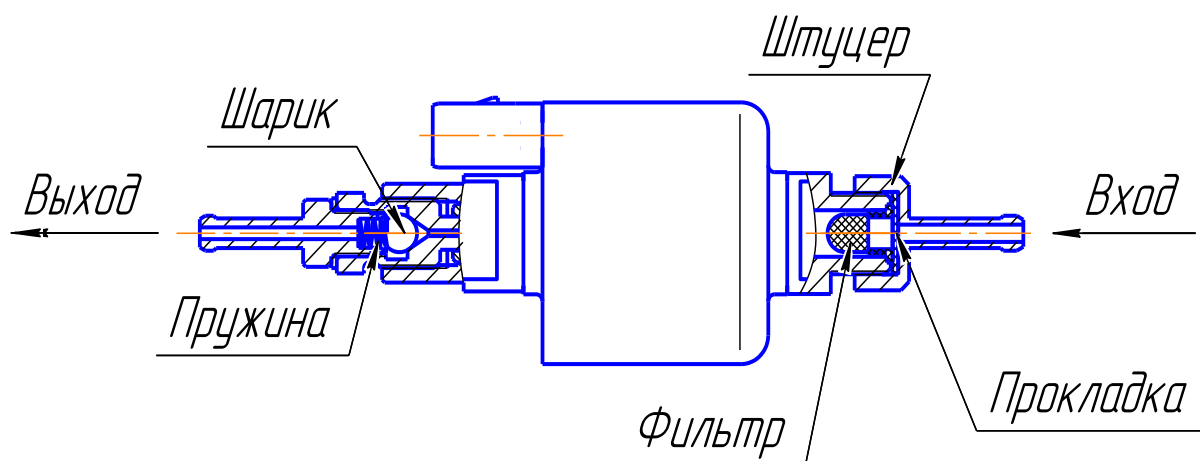

Рис. 12 -Топливный насос
5.9.1 Топливный насос (рис. 12) служит для дозированной подачи топлива в камеру сгорания.
- проверить герметичность соединения между корпусом топливного насоса и входным штуцером (см. рис.12). Проверку производить воздухом давлением не более 1кгс/см². Давление подводить со стороны входа при этом выходной штуцер заглушить. Если соединение негерметично необходимо заменить прокладку в штуцере (см. рис 12).